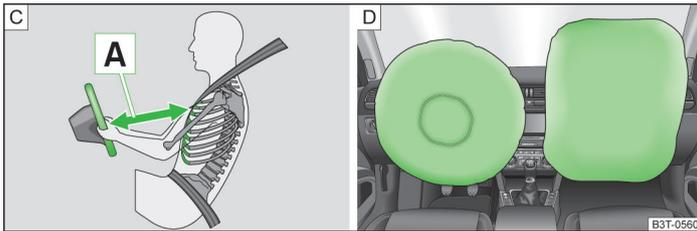

Abb. 150 Sicherer Abstand zum Lenkrad / gasgefüllte Airbags
Werden die Airbags ausgelöst, entfalten sich diese vor dem Fahrer und Beifahrer » Abb. 150 - [D]. Beim Eintauchen in den voll aufgeblasenen Airbag wird die Vorwärtsbewegung des Fahrers und Beifahrers gedämpft und das Verletzungsrisiko für Kopf und Oberkörper reduziert.
- Für den Fahrer und Beifahrer ist es wichtig, einen Abstand von mindestens 25 cm zum Lenkrad bzw. zur Schalttafel einzuhalten [A] » Abb. 150. Wenn Sie den Mindestabstand nicht einhalten, kann Sie das Airbag-System nicht schützen - Lebensgefahr! Außerdem müssen die Vordersitze und die Kopfstützen immer der Körpergröße entsprechend richtig eingestellt sein.